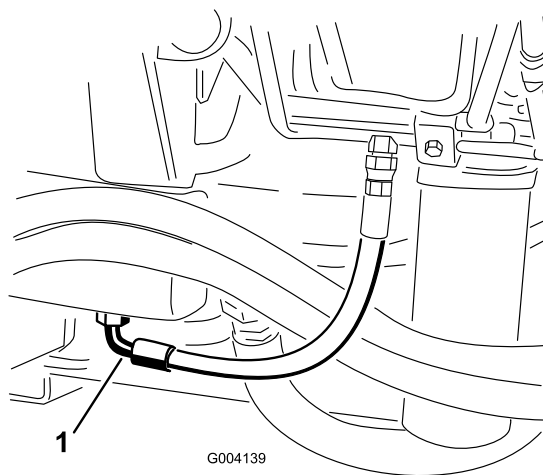

Рисунок 100
3. Установите большой сливной поддон под штуцер, расположенный в нижней части бака с гидравлической жидкостью (Рисунок 100).